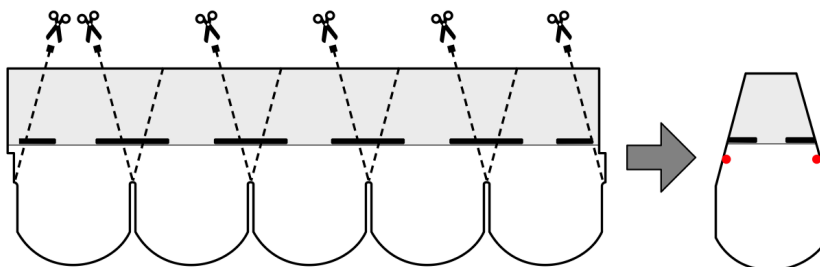

Fig. 10 - Preparazione elementi colmo
- Predisporre gli elementi colmo, andando a tagliare in cinque pezzi una tegola intera e sagomando la parte superiore con una certa inclinazione di taglio -Fig.10.
- Predisporre gli elementi di colmo andando a tagliare in cinque pezzi una tegola intera e sagomando la parte superiore con una certa inclinazione di taglio -Fig. 10.